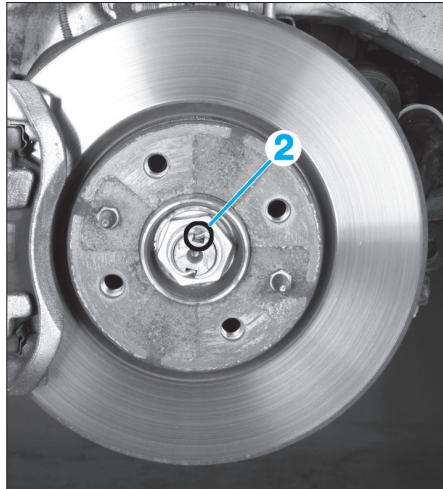

Fig. 2
- Faire sauter le sertissage (2) de l'écrou de fixation du moyeu de roue (Fig.2).